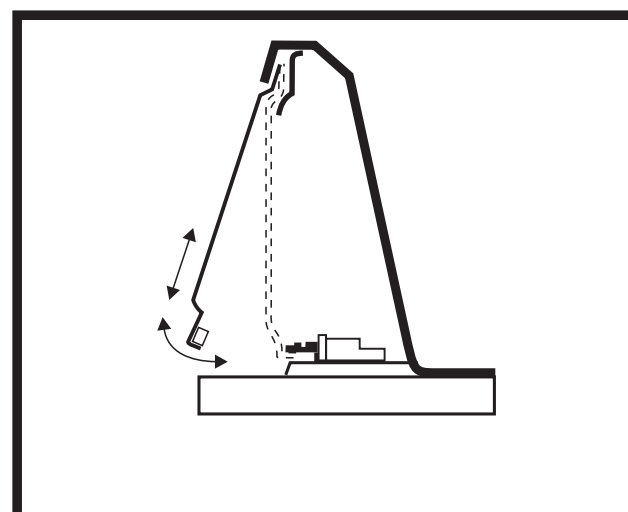

FIG. 8
f) El lateral deberá colocarse una vez que la bañera haya sido instalada. Para sacar el lateral de la bañera, levántelo 1 cm. y tírelo hacia afuera. Se requiere a lo menos 20 cm. libres al frente de la bañera para retirar el lateral. (fig.8)